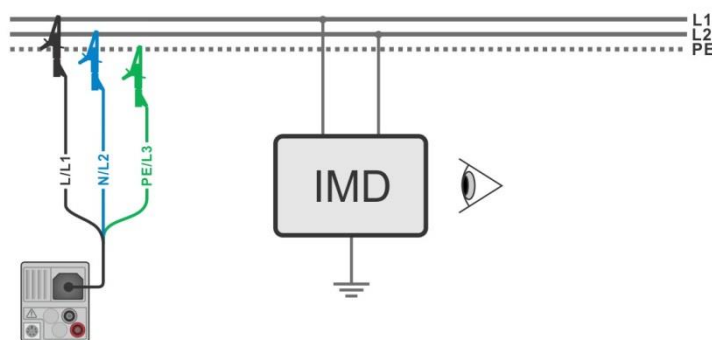

figura 7.60: Collegamento con puntale 3 fili
- › Collegare puntali all'oggetto in prova, vedere **figura 7.60**.